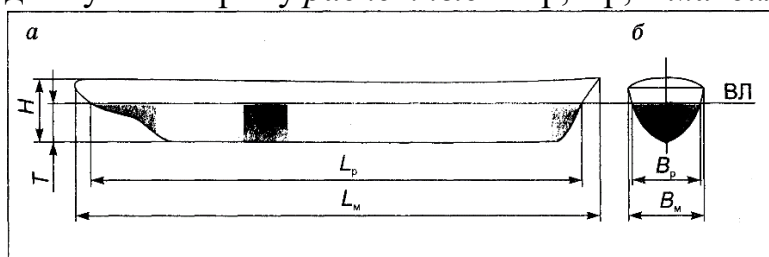

Рисунок 7 Главные размеры модели судна: а - главный вид;
К *главным размерам модели судна* относятся: L – длина, B – ширина, H – высота борта, T – осадка. При этом различают длину и ширину *расчётные* – L_p , B_p и *максимальные* – L_m , B_m (рис. 7).
Расчётные длину и ширину определяют на уровне *ватерлинии* (ВЛ) – линии, показывающей предельную осадку модели судна или корабля при их полной загрузке. Высотой борта (H) называется расстояние от нижней точки киля корпуса до палубы (рис. 7).